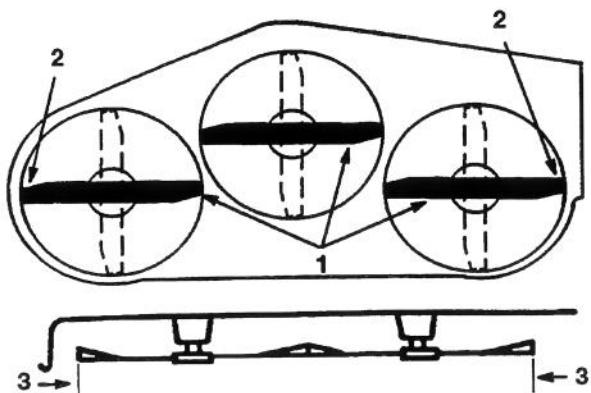

Figure 10
3. Faire tourner doucement la(es) lame(s) côté à côté (Fig. 10). Mesurer la distance entre les arêtes tranchantes extérieures et la surface plane (Fig. 10). Si les deux mesures font plus ou moins de 4,762 mm, un réglage devra être effectué; se reporter aux points 4 et 5.